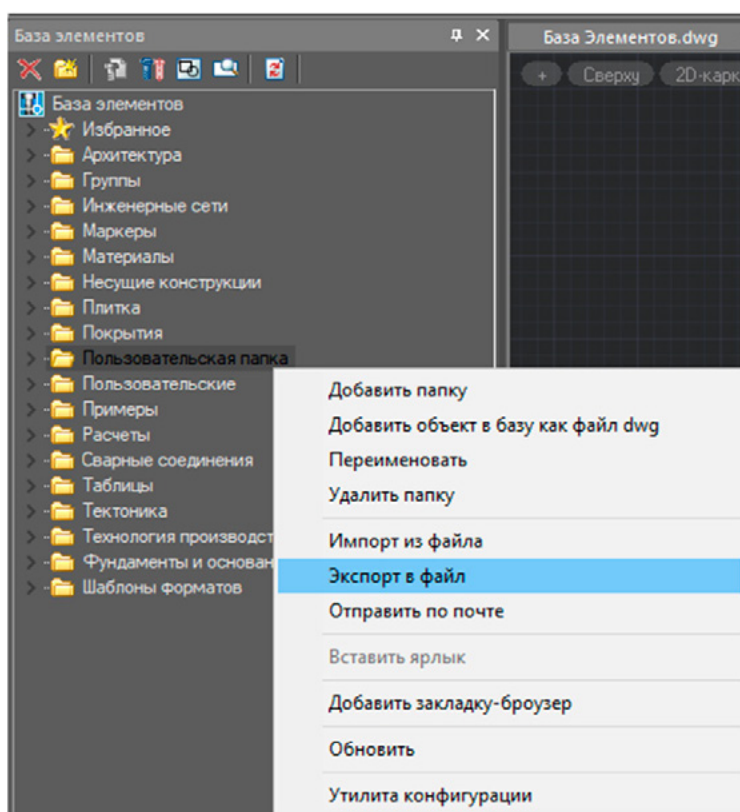

Рис. 25. Экспорт базы элементов
- 2) щелкаем ПКМ по нужной папке и из выпадающего меню выбираем *Экспорт в файл* (рис. 25);